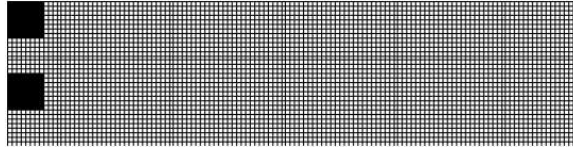
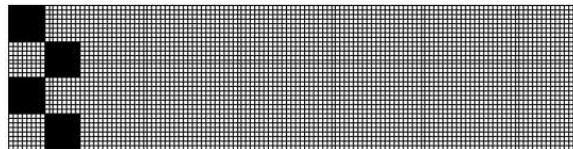
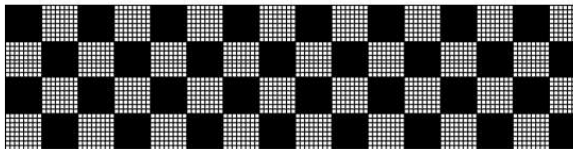

Figura 1. LCD tras 500ms
Figura 2. LCD tras 1000ms
Figura 3. LCD final
- El patrón se irá construyendo a intervalos de 500 ms. Las siguientes figuras muestran lo que debe aparecer tras 500 ms (Figura 1) y 1000 ms (Figura 2). También se muestra el patrón final (Figura 3).